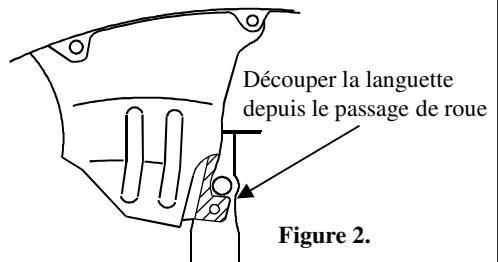
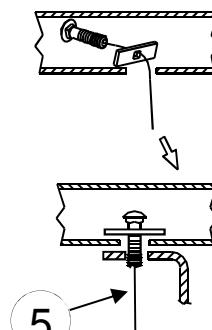

Figure 2.
Figure 3.
①	Qty. (4)	Carriage Bolt 7/16-14 x 1.50 GR5	④	Qty. (4)	Hex Nut 7/16-14
②	Qty. (4)	Spacer 3/16" x 1 x 2	⑤	Qty. (4)	Pull wire, 7/16
③	Qty. (4)	Conical Toothing Washer 7/16"
1. Remove the retainer holding the wheel well tab to bottom of frame rail on driver's side. Trim wheel well tab so that the hitch side bracket will sit flush against the bottom of frame rail. See figure 2.
2. Cut a key hole notch in the rearmost hole in frame, both sides, so that the 1" wide spacer (item 2) will fit inside the frame rail.
4. For the rearmost hole, fishwire the carriage bolts and spacer blocks into the rear hole and back down through hole. See figure 3.
①	Qté (4)	Boulon de serrure 7/16-14 x 1.50 GR5	④	Qté (4)	Écrou hexagonal 7/16-14
②	Qté (4)	Espaceur 3/16" x 1 x 2	⑤	Qté (4)	Fil de tirage, 7/16
③	Qté (4)	Rondelle conique dentée 7/16"
1. Enlever la pièce de retenue qui retient la plaquette du passage de roue dans le bas du longeron côté conducteur. Découper la plaquette du passage de roue de façon à ce que le support latéral d'attelage puisse s'appuyer parfaitement contre le bas du longeron. Voir la figure 2.
4. Pour les trous les plus à l'arrière, faire passer les boulons de carrosserie et les blocs-espaces dans le trou arrière, puis plus vers l'arrière et le bas à travers le trou. Voir la figure 3.